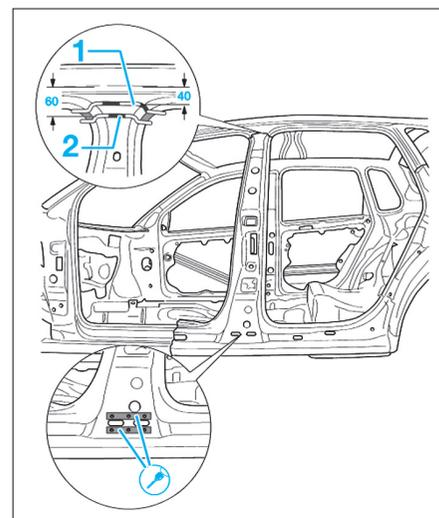

FIG. 53
- Découper en (2) et dépointer le renfort de montant B comme illustré (Fig.53).
! Le repère (1) (Fig.53) représente la coupe du montant B. Pour plus de précision, se reporter à la méthode concernée.